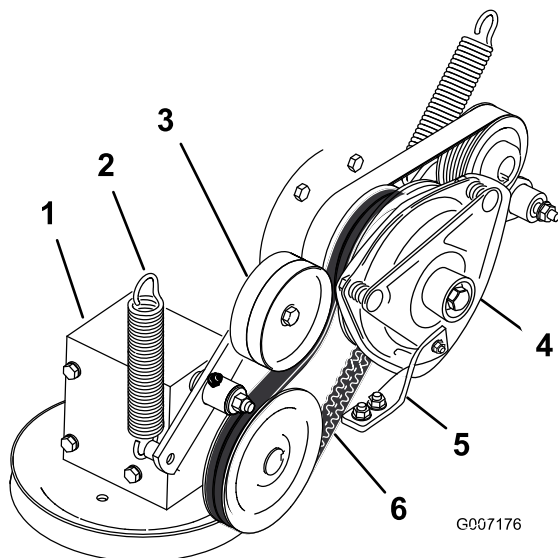

Bild 62
4. Entfernen Sie die Feder vom Spannarm (Bild 62).
7. Verlegen Sie den neuen Zapfwellen-Treibriemen um die Kupplungs- und Getriebespannscheibe (Bild 62).
9. Haken Sie die Feder wieder in den Spannarm ein (Bild 62).